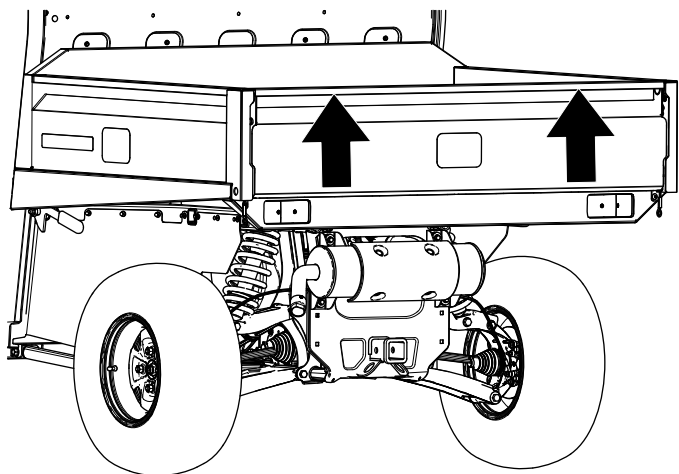

Figure 50
2. Utilisez les deux mains pour soulever le hayon en le prenant par le bord supérieur (Figure 50).